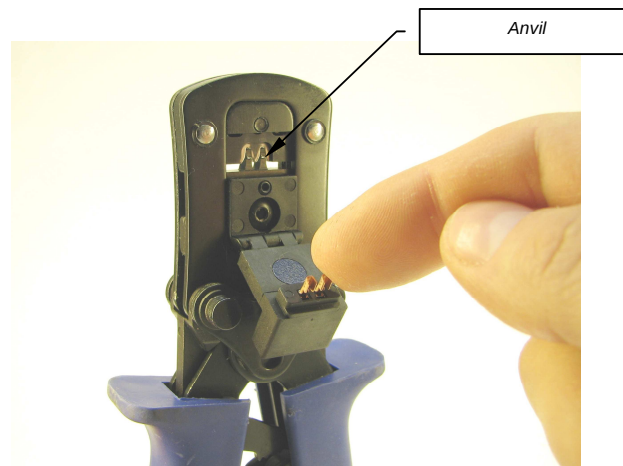

Figure 6
2. Die Kontakte werden so eingelegt, dass die Crimpflanken aus der Kontaktaufnahme herauschauen und die flachen Seiten beim einschwenken auf den Ambossen liegen (siehe Abbildung 6).
2. The contacts are placed in such a way, that the crimp flanks look out of the holder and the flat surface comes to rest on the anvils when the holder is swivelled back (see figure 6).